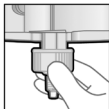

Abb. 4.1
5. Wenn der Dynamix Mixing Tip korrekt platziert ist (Abb. 3), schieben Sie den Dynamix Fixation Ring bis zum Anschlag über die Dynamix Mixing Tip und drehen ihn nach rechts (1/4 Drehung) bis er sicher verriegelt ist (Abb. 4.1, 4.2, 5).